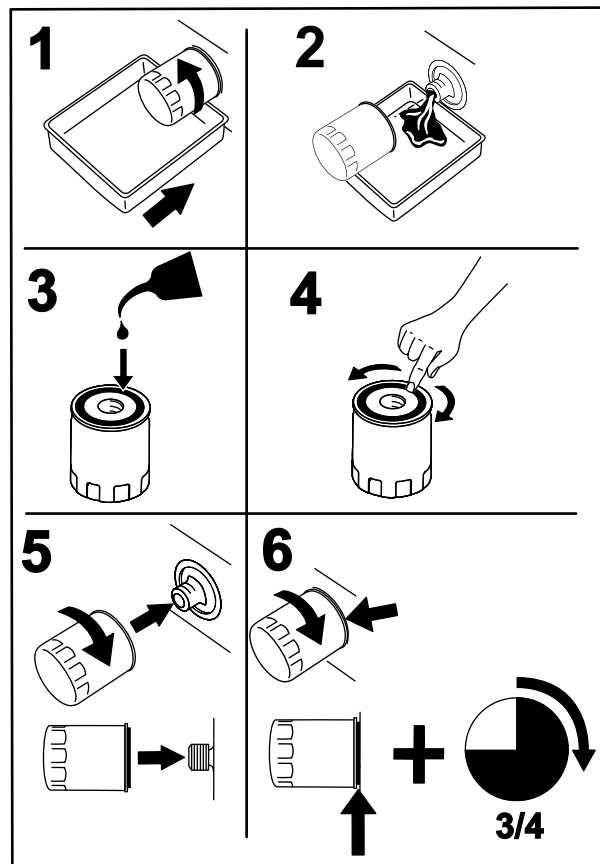

Рисунок 41
- Установите сливной поддон под масляный фильтр и поверните фильтр против часовой стрелки, чтобы снять его (Рисунок 41).